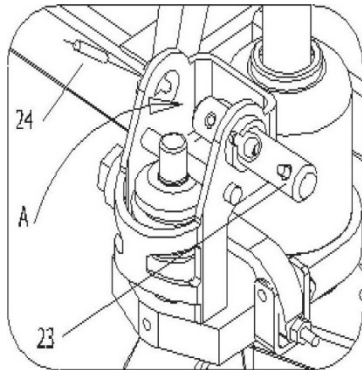

Рис. 1
4.1. Будь ласка, зверніться до рис. 1 і витягніть стрижень вала 23.